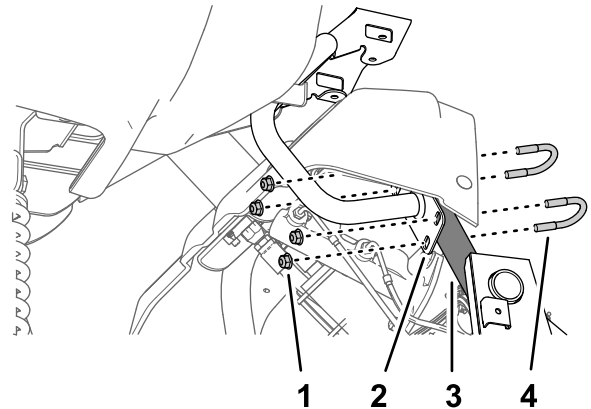

Figura 162
3. Monte la placa del soporte del monitor en el tubo del chasis de la máquina (Figura 162) con las 2 abrazaderas y las 4 tuercas con arandela prensada (5/16").